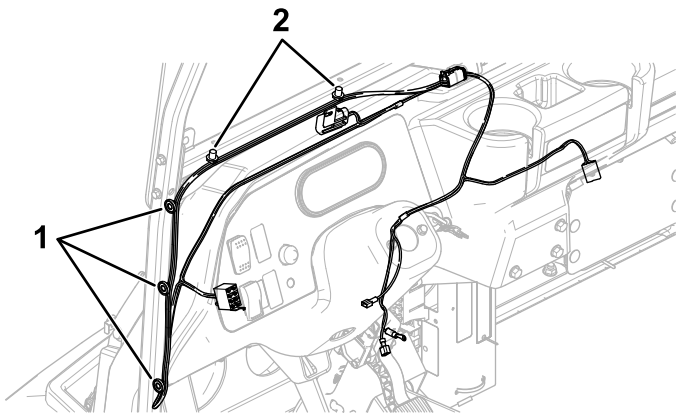

Figura 10
2. Fije el arnés de cables al tubo de soporte del toldo izquierdo y al conjunto de soporte del parabrisas con las bridas magnéticas y las fijaciones de montaje a presión en el arnés de cables (Figura 10).